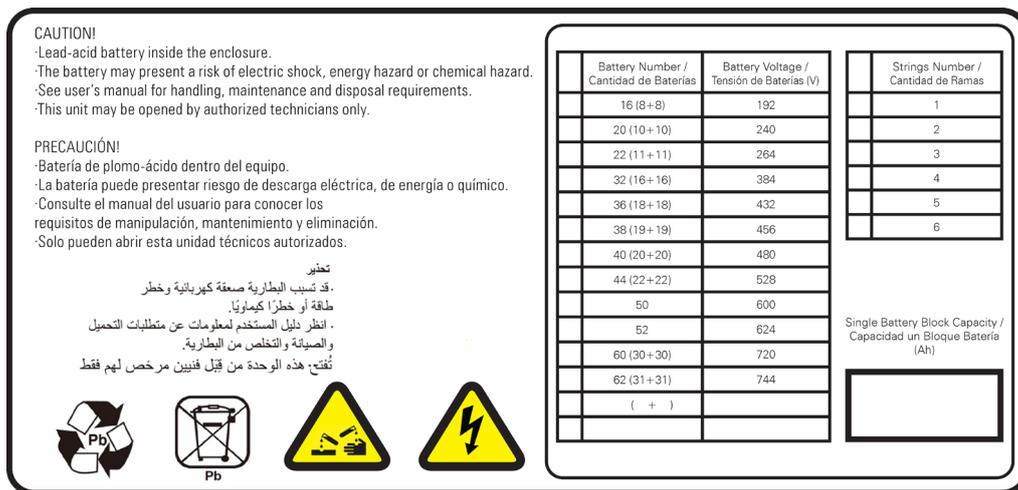
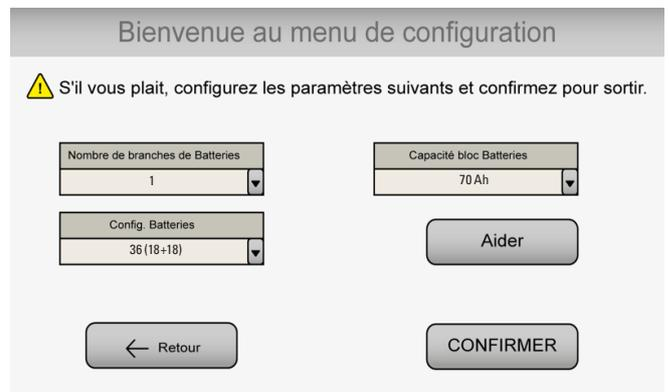

Fig. 39. Étiquette de configuration de la batterie collée sur l'équipement.
Fig. 42. Deuxième écran de configuration des équipements LV.
Cette configuration est indiquée sur l'étiquette de l'équipement ou sur l'armoire de batteries, voir Fig. 39.
Sur l'étiquette de configuration de la batterie (voir Fig. 39), le nombre de chaînes de batterie (entre 1 et 6) est également indiqué. Saisir cette valeur dans cet écran de configuration (modification par les touches (▲) et (▼), et valider par (ENT)).
Comme dernière donnée de configuration de la batterie, il faut entrer la capacité de chacun des blocs de batterie qui composent la ou les chaînes (entre 3,0 Ah et 900,0 Ah). Obtenir la valeur à saisir selon l'étiquette (voir Fig. 39). Faire défiler les digits avec les touches (▶) et (◀), modifier avec les touches (▲) et (▼), et valider avec (ENT).
- À ce point, et sans aucune alarme active, la LED vert de tension d'entrée OK (**a**) (voir Fig. 42), devra être allumée sur tous les ONDULEURS.
- Mettre en marche l'inverter au moyen du clavier du panneau de contrôle (**3**) (voir Fig. 42). Dans des systèmes en parallèle, réalisez la procédure équipement par équipement la première fois ou après d'un arrêt complet afin d'établir les communications entre chaque unité de l'ensemble. Depuis l'écran principal, appuyez sur la touche (▼) pour accéder au sous-menu «CONTRÔLE ET ÉTAT DE L'ÉQUIPEMENT» (écran 1.0), et tout de suite appuyez sur la touche (▶). On visualisera l'écran 1.1, sur lequel, pour mettre en marche l'équipement, indique appuyer sur (**ENT**). Appuyez-le et confirmez l'opération avec une deuxième pulsation sur (**ENT**). Voir le diagramme de la Fig. 39.
- S'assurez que la LED d'inverter en marche (c) se trouve allumée (vert), et la LED de bypass (b) se trouve éteinte sur tous les ONDULEURS (voir Fig. 42).